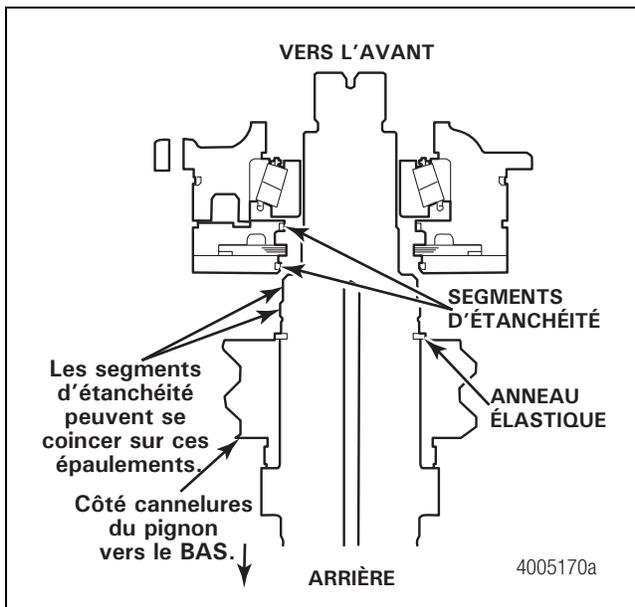

Figure 6.9
- E. Lubrifier les segments d'étanchéité dans le diamètre intérieur de la pompe ainsi que la portée de l'arbre adjacente aux cannelures de la pompe. Figure 6.9.